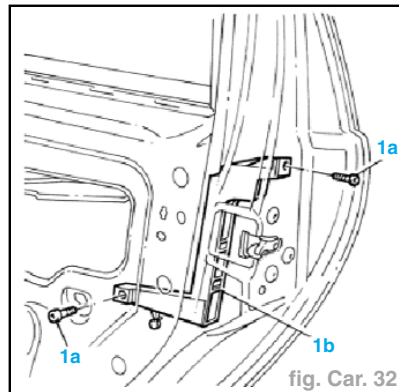

fig. Car. 32
- Dévisser les vis de fixation (1a) et détacher le guide de glace descendante (fig. Car. 32).